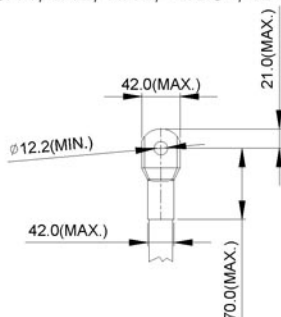

Рис. 3
- На рис. 3 и Рис. 4 дана спецификация термоусадочной трубки в соответствии с UL (600C, YDPU2).